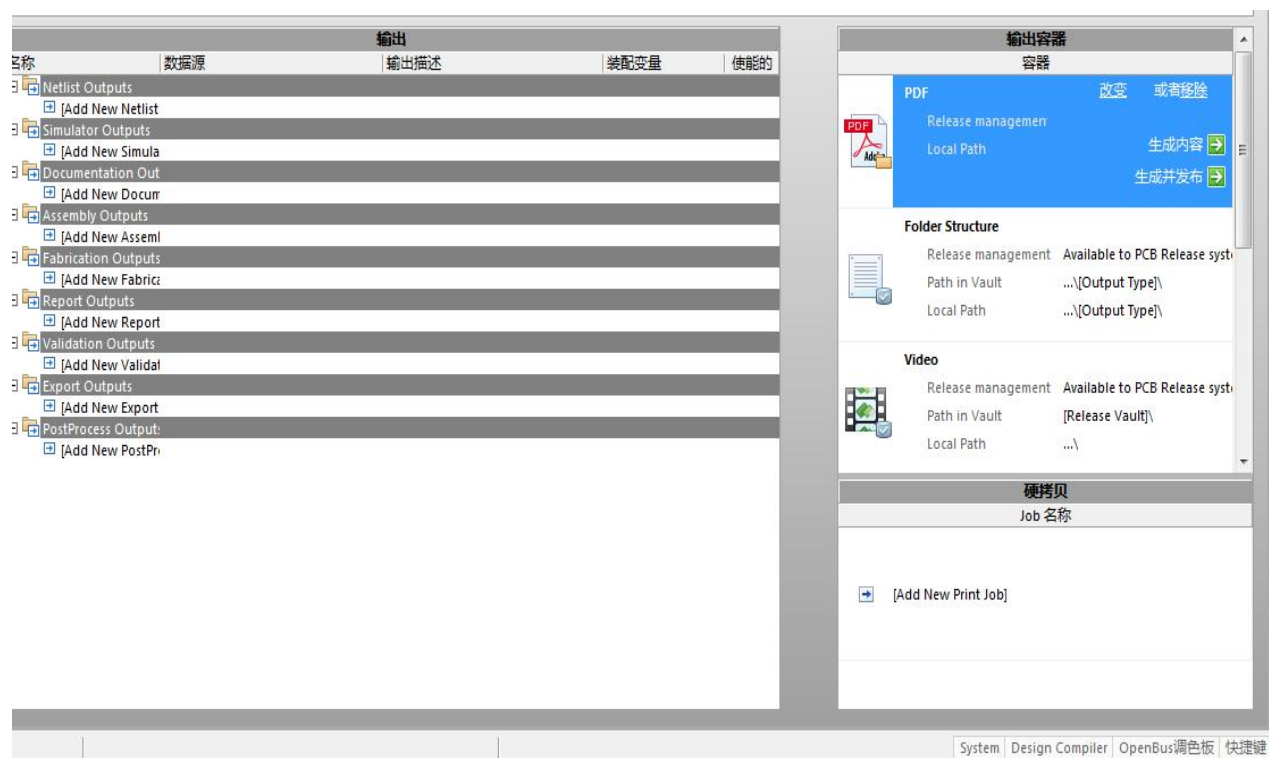

图5-21
(3) 如图5-21 所示, 在 A D 主界面右侧出现Job1. Outjob输出工作文件配置。